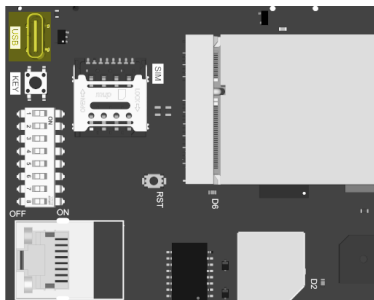

Abb. 6-15 Position der USB-Buchse
4. Schließen Sie ein USB Typ-C-Datenkabel an die Typ-C-Buchse oben links auf der Hauptplatine an (siehe Abb. 6-15).
Wechseldatenträger des EV-Ladegeräts und verwenden Sie dabei die ursprünglichen Datei- und Ordnernamen (siehe Abb. 6-15).